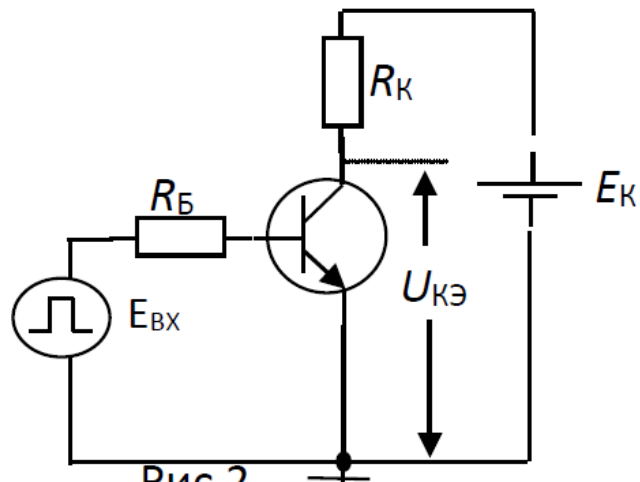

Рис.2
2. В схеме рис.2 $E_{к}=10$ В; $R_{к}=10$ Ом; $R_{б}=200$ Ом; $\beta=50$, $E_{вх}=2$ В.